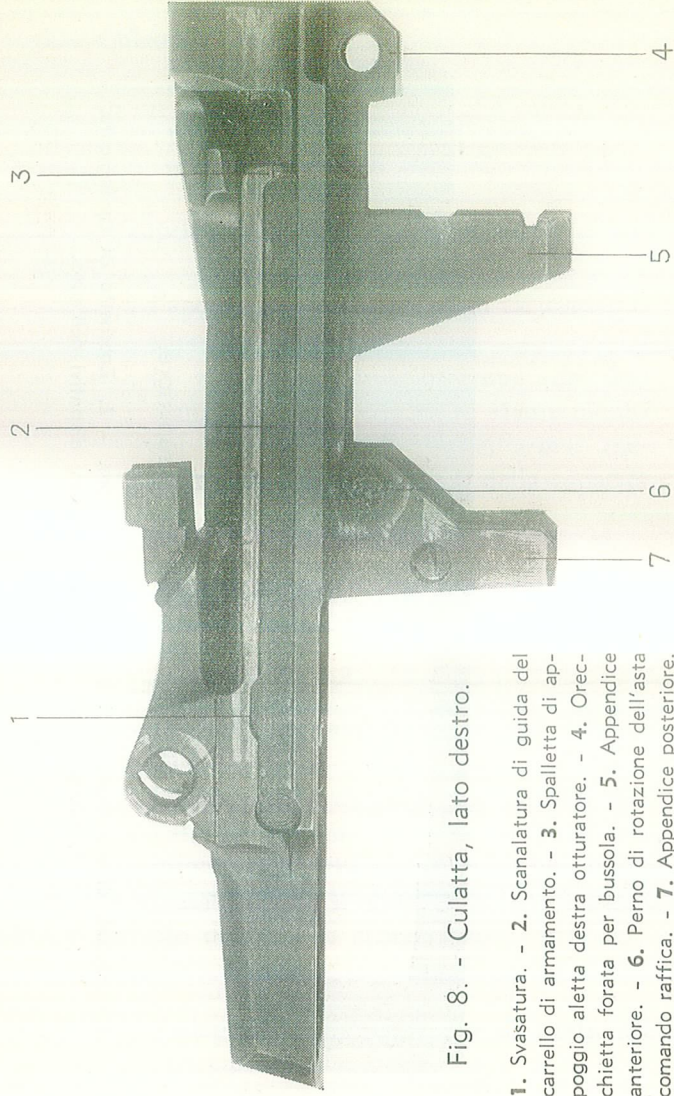

Fig. 8. - Culatta, lato destro.
- lateralmente a destra (*fig. 8*):